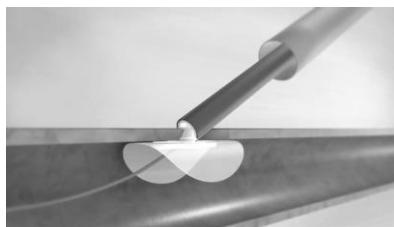

Figura 13. Posizione di tamponamento, impianto giustapposto all'arteriotomia.
- b. Continuare a restringere il dispositivo di altre 1,5 tacche (= 3,5 tacche in totale). A questo punto, l'operatore dovrebbe avvertire una leggera resistenza tattile dovuta all'ancoraggio dell'impianto al lume interno della parete arteriosa. In questa posizione di tamponamento, l'impianto controlla l'emorragia prodotta dall'arteriotomia. Figura 13.